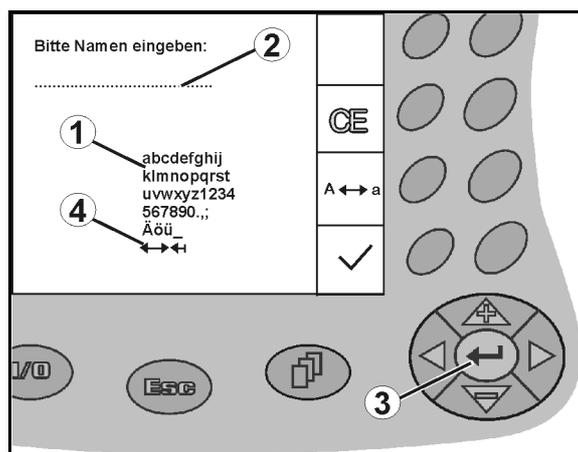

Fig. 12
Ist die Eingabe von Texten oder Ziffern am **AMATRON⁺** nötig erscheint das Eingabemenü (Fig. 12).
Im unteren Teil des Displays erscheint ein Auswahlfeld (Fig. 12/1) mit Buchstaben, Ziffern und Pfeilen aus dem die Eingabezeile (Fig. 12/2) gebildet wird (Text oder Ziffer).
Auswahl von Buchstaben oder Ziffern im Auswahlfeld (Fig. 12/3).
- Übernehmen der Auswahl (Fig. 12/3).
Die Pfeile im Auswahlfeld (Fig. 12/4) ermöglichen ein Bewegen in der Textzeile.
Der Pfeil im Auswahlfeld (Fig. 12/4) löscht die letzte Eingabe.